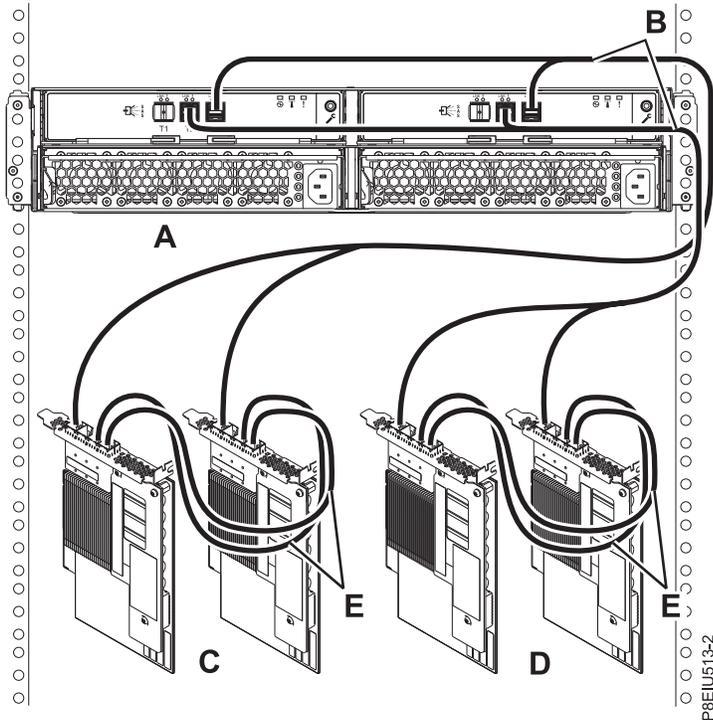

Figura 19. Conexión en la modalidad 2 de un ESLS mediante cables X12 a dos pares de adaptadores SAS FC EJ0L o dos pares de adaptadores SAS FC EJ14 con cables AA
19. Lleve a cabo una conexión en la modalidad 2 de un alojamiento (A) mediante cables X12 (B) en dos pares de adaptadores SAS FC EJ0L o dos pares de adaptadores SAS FC EJ14 (C, D) con cables AA (E), tal como se muestra en la Figura 19 en la página 22 y, a continuación, continúe con “Conexión de los cables, cables de alimentación e instalación de cubiertas” en la página 24.